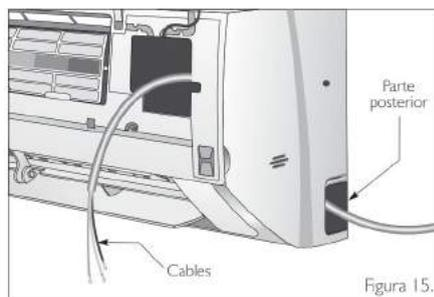

Figura 15.
- Inserte el cable de señal desde la parte posterior de la unidad interior hacia la parte delantera a través del agujero de cableado para la conexión, (ver figura 15).